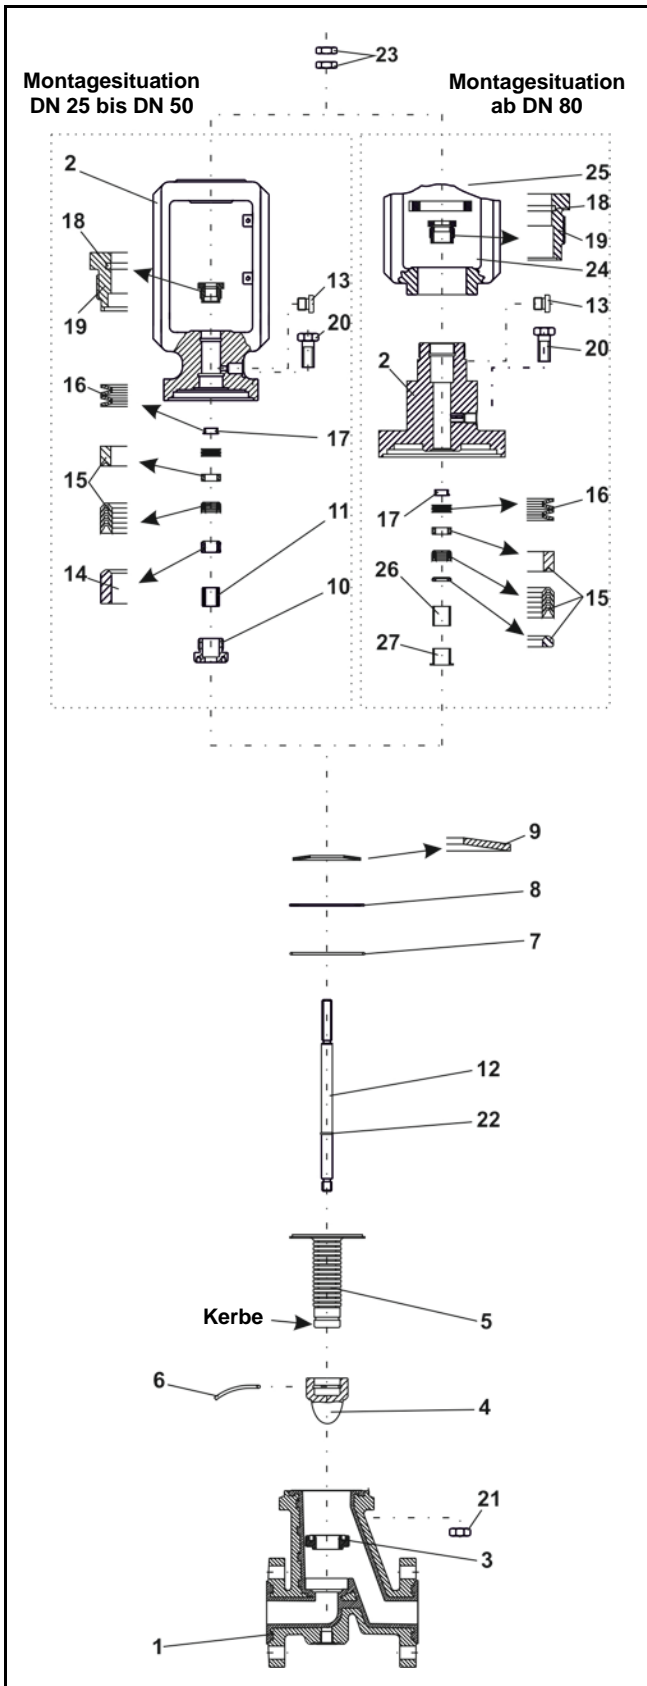

Bild 5 - Explosionszeichnung des Stellventils BR 01b, bis Baujahr 2006
Hinweis: Die in der Explosionszeichnung (Bild 5) dargestellte Lage und Anordnung der Einzelteile ist bei der Montage einzuhalten.
Der Tellerfedersatz (16) wird in die dafür vorgesehene Bohrung eingelegt. Die Anordnung der Tellerfedern ist der Explosionszeichnung (Bild 5) zu entnehmen.
Nacheinander werden nun der Schlussring, die V-Ringe der Dachmanschettenpackung (15) sowie Distanzrolle (14) eingelegt. Auch diese Anordnung ist der Explosionszeichnung (Bild 5) zu entnehmen.
Die Dachmanschettenpackung (15) wird mit der Reihenfolge V-Druckring, PTFE - V-Ringe und Schlussring in die dafür vorgesehene Bohrung eingedrückt. Die Anordnung der Dachmanschettenpackung ist der Explosionszeichnung (Bild 5) zu entnehmen.
Anschließend wird der Tellerfedersatz (16) eingelegt. Auch die Anordnung der Tellerfedern ist der Explosionszeichnung (Bild 5) zu entnehmen.
Die Tellerfeder (9), die Druckscheibe (8) und der O-Ring (7) werden in den Deckelflansch (2) eingelegt. Die Anordnung der Bauteile ist der Explosionszeichnung (Bild 5) zu entnehmen.